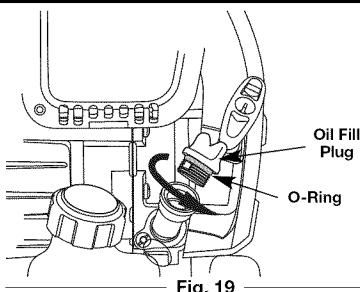

Fig. 19
- Quite el tapón de llenado de aceite del cárter (Fig. 19).